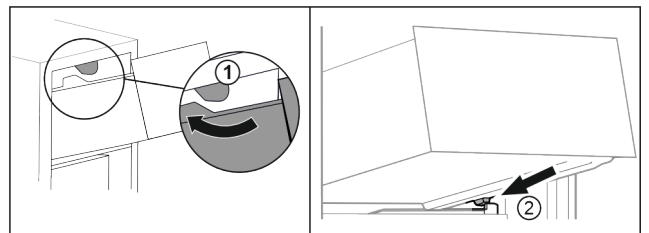

Fig. 69
- ▶ Обвести висувний ящик навколо верхнього стопора. Fig. 69 (1)
- ▶ Встановити висувний ящик за нижніми стопорами на ребро для резервуару навкосо. Fig. 69 (2)